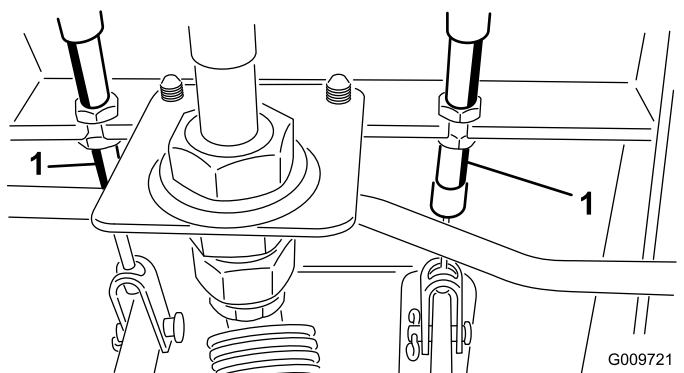

Figure 77
- A. Desserrez l'écrou avant sur l'extrémité fileté du câble de frein (Figure 77).